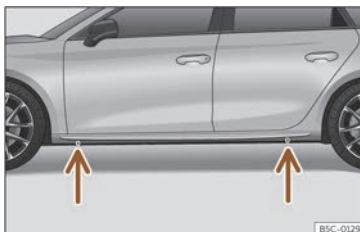

Fig. 249 Puncte de amplasare a cricului.
- Căutați pe bara transversală marcatul punctului de susținere a cricului (zona adâncită) cel mai apropiat de roata care trebuie schimbată >>> fig. 249.